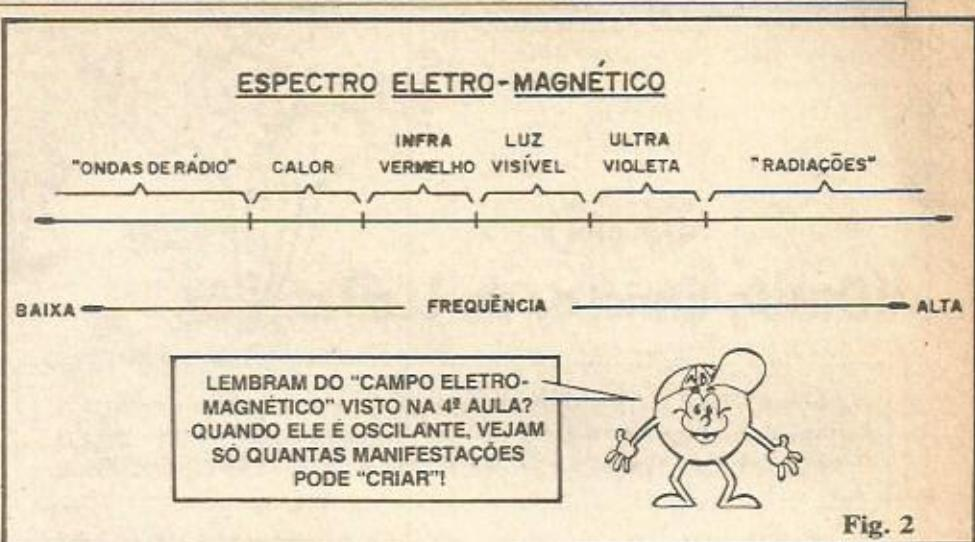

Fig. 2
- FIG. 2 - Vamos diagramar essa história de visível e não visível no espectro eletromagnético (termos aparentemente meio cabalísticos, mas que não têm nada de "incompreensíveis"...): a LUZ é uma forma de energia "irmã" do CALOR e das ONDAS DE RÁDIO! Todas essas manifestações são RADIAÇÕES ELETROMAGNÉTICAS, ou seja: uma OSCILAÇÃO (que se realiza em maior ou menor "ritmo") daquele mesmo "campo" que vimos quando falamos sobre os efeitos magnéticos da corrente ("Aula" nº 4, lembrem-se...?). A única diferença real entre essas várias manifestações (LUZ, CALOR, ONDAS DE RÁDIO, entre outras...) é justamente esse "ritmo" ou a FREQUÊNCIA da oscilação do campo eletromagnético que "propaga" ou "carrega" a tal forma de energia radiante...! Para que o Leitor/Aluno compreenda melhor, o esquema da fig. 2 mostra a escala das radiações eletromagnéticas. Todas as energias ao longo daquele gráfico, são rigorosamente da mesma "espécie", variando apenas a frequência dos respectivos campos eletromagnéticos (as oscilações MAIS LENTAS estão à esquerda, e as MAIS RÁPIDAS à direita...). Entre as manifestações de mais baixa frequência, dentro do espectro, estão as chamadas ONDAS DE RÁDIO (aqueles mesmo que "carregam" as informações - som e imagem - que se manifestam no seu aparelho de rádio AM ou FM, no seu